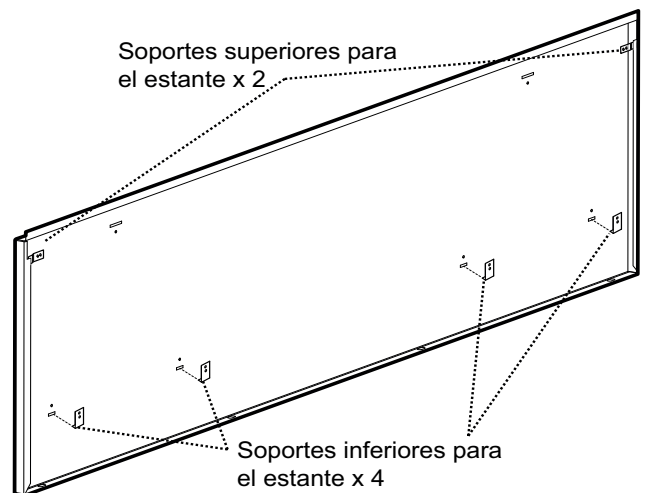

Figura 17: 48 pulg dorso de la placa mural
5. Instale la placa mural colocando las muescas de las esquinas (dorso de la placa mural) encima de los dos soportes superiores del estante. Deslice el accesorio del estante hacia arriba hasta que la parte inferior se enganche en los soportes inferiores (Figura 17).